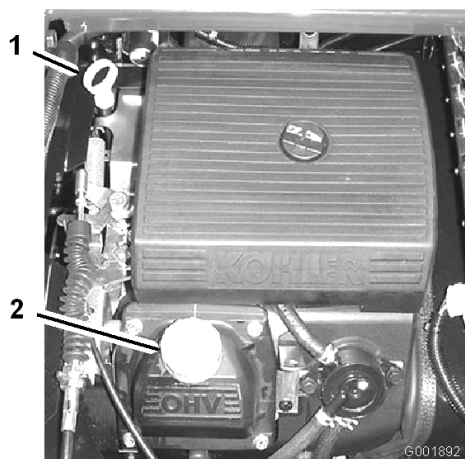

Figura 48
2. Togliete l'asta di livello ed asciugatela con un panno pulito (Figura 48). Inserite l'asta nel tubo e verificate che sia inserita a fondo. Rimuovete l'asta e controllate il livello dell'olio.
3. Se il livello dell'olio è basso, togliete il tappo di rifornimento dal coperchio della valvola (Figura 48) e versate dell'olio fino a portarne il livello al segno di pieno (Full) sull'asta. Versate l'olio lentamente, controllando spesso il livello durante questa operazione. Non riempite troppo.
8. Versate lentamente circa l'80% della quantità indicata d'olio nel bocchettone di rifornimento (Figura 48).